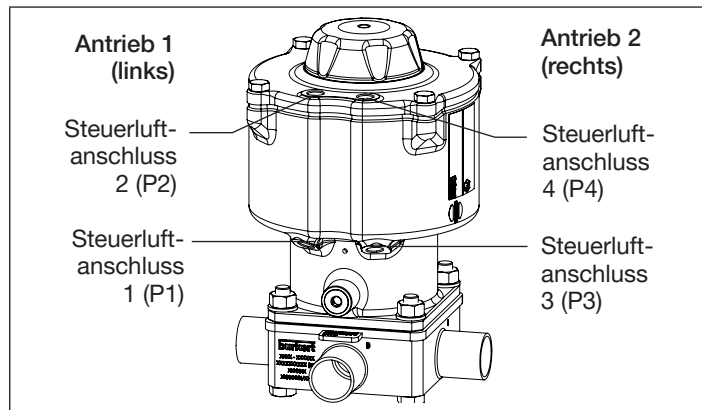

Bild 8: Pneumatischer Anschluss
→ Steuermedium an Steuerluftanschluss 1 und/oder 3 des Antriebs anschließen (siehe „Bild 8“).
→ Steuermedium an Steuerluftanschluss 2 und 4 des Antriebs anschließen (siehe „Bild 8“).
→ Schalldämpfer in die freien Entlüftungsanschlüsse schrauben (siehe „Bild 8“).
5) siehe „Bild 8: Pneumatischer Anschluss“.